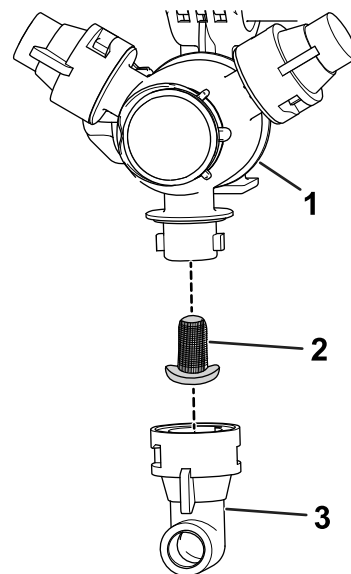

Figura 97
2. Îndepărtați duza din turela de pulverizare (Figura 97).
3. Îndepărtați filtrul duzei (Figura 97).
5. Montați filtrul duzei (Figura 97).
6. Montați duza la turela de pulverizare (Figura 97).